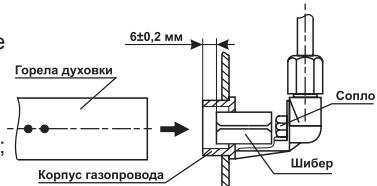

Рис.18
### **Установка шибера для работы на другом виде газа (рис.18, 18а)**
- удалите шибер из корпуса газопровода (рис. 18а);
Рис.18а